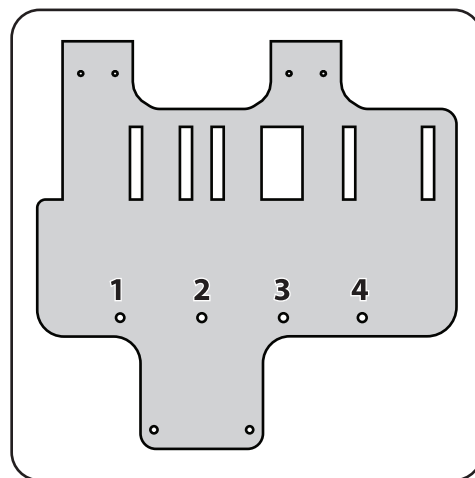

Figure 4-9
2. Insérez le support en plastique de la goulotte supérieure en clipsant d'abord la partie latérale sur la barre (1) de support de l'ensacheuse, comme illustré à la Figure 4-9.
3. Insérez la partie avant de la goulotte de descente à la barre (2), comme illustré à la Figure 4-9.